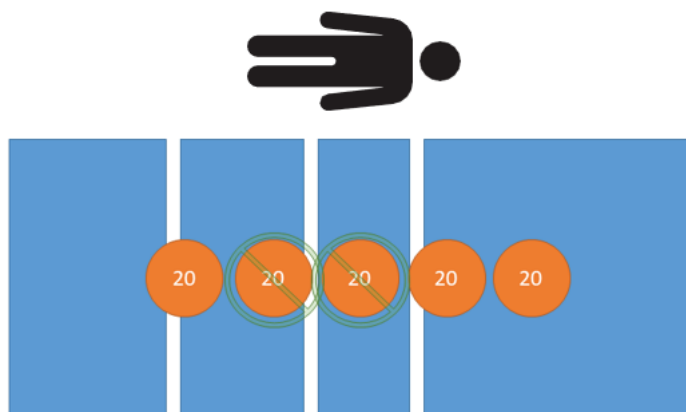

Figura 29 – Prueba de tara - 60 kg netos
4. Con ayuda de pesos calibrados, coloque 60 kg en el producto (Figura 29).
10. Con ayuda de pesos calibrados, coloque 60 kg en el producto (Figura 29).